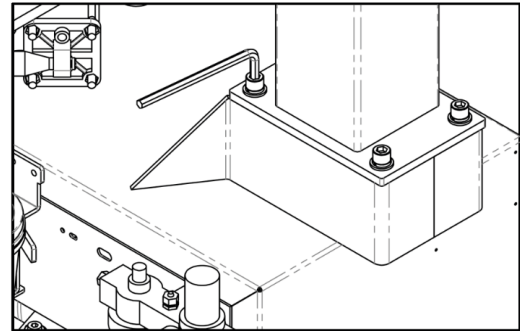

FIG5
3.2.1 Bras de rupture de perle (FIG 4-3) et ensemble de colonne (FIG 4-2). Positionnez et fixez conformément à la FIG 5. Retirez le boulon, la rondelle élastique et la rondelle plate sur le corps (FIG 4-1).
3.2.2 Placez la colonne sur le corps. L'étiquette d'avertissement doit être orientée vers l'avant. Alignez les trous de la plaque de base de la colonne avec les trous filetés du corps. Remontez le boulon, la rondelle élastique et la rondelle plate retirés à l'étape 3.2.1. Le couple de serrage est de 70 N-M (FIG5). Utilisez une clé dynamométrique pour serrer.